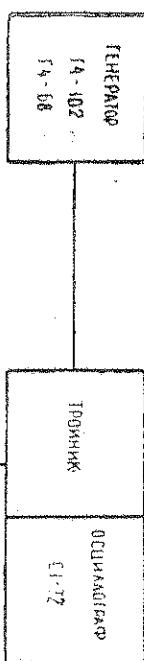

Рис. 9.
14.4.6. Проверка первоначальности амплитудно-частотной характеристики тракта вертикального отклонения производится во всех поколечных источниках «ВОЛЬТ/ДЕЛЕН» путем подачи на вход усиленной вертикального отклонения постоянного по амплитуде синусoidalного напряжения от генератора Г4-68 или Г4-102 по схеме, состоящему рис. 9. Проверка производится на частотах 150, 500 кГц, 1 МГц.